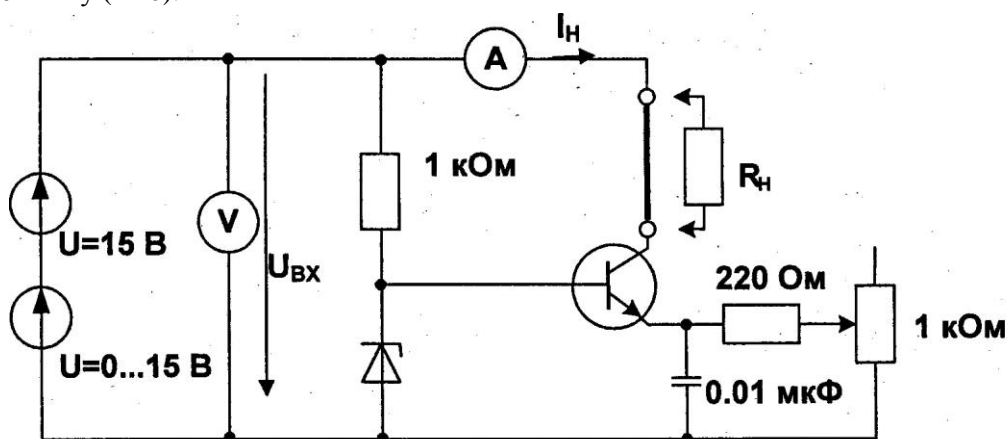

Рис. 5.7.1
- Соберите цепь стабилизатора тока согласно схеме (рис. 5.7.1). В этой схеме уставка тока регулируется потенциометром 1 кОм, а резистор 220 Ом служит для ограничения максимального тока. Конденсатор 0,01 мкФ включён для подавления самовозбуждения транзисторного эмиттерного повторителя. Вместо сопротивления нагрузки вставьте сначала перемычку ($R=0$).